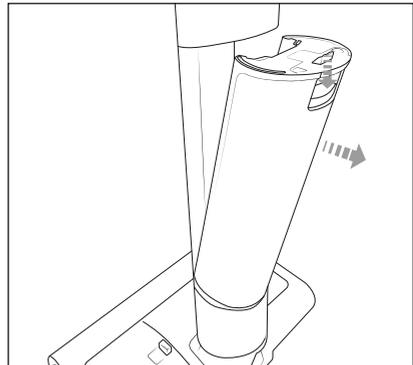

Fig. 5
- 2) Premere il tasto di sblocco **5** del serbatoio dell'acqua pulita **6** verso il basso e staccare il serbatoio dell'acqua pulita **6** dall'apparecchio (vedere fig. 5).